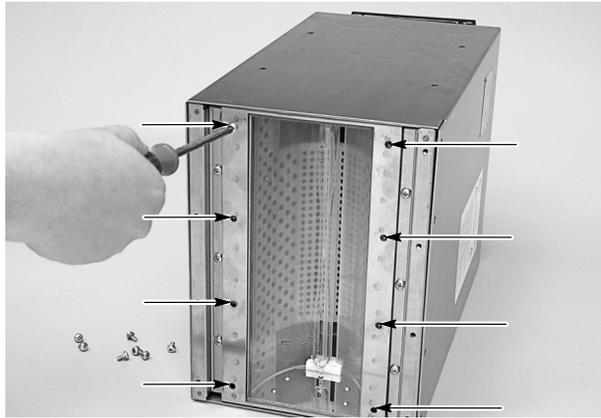

Abbildung 6-3 Entfernen des HF-Schirms
2. Siehe Abbildung 6-3. Die Lampenkopfgruppe so drehen oder platzieren, dass der Kolbenbereich vollständig frei liegt und zugänglich ist.